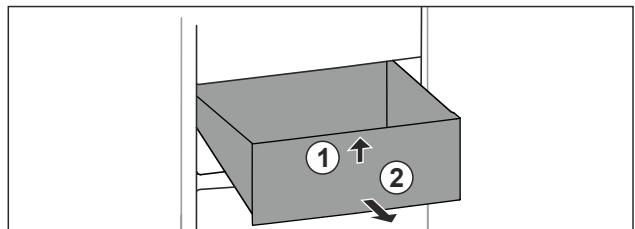

Fig. 77
- Підняти висувний ящик спереду. Fig. 77 (1)
- Вийняти висувний ящик рухом вперед. Fig. 77 (2)